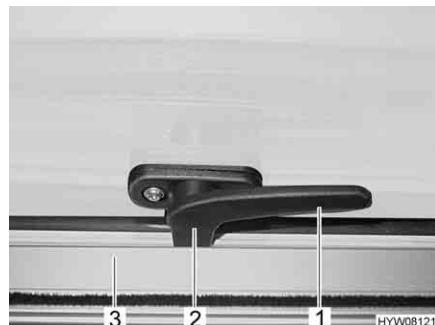

Fig. 26 Leva di serraggio in posizione "Chiuso"
Apertura: ■ Ruotare la leva di serraggio (Fig. 26,1) di un quarto di giro verso il centro della finestra.
■ Ruotare la leva di serraggio (Fig. 26,1) di un quarto di giro verso il telaio della finestra. Il nasello di chiusura (Fig. 26,2) si trova sul lato interno della chiusura della finestra (Fig. 26,3).